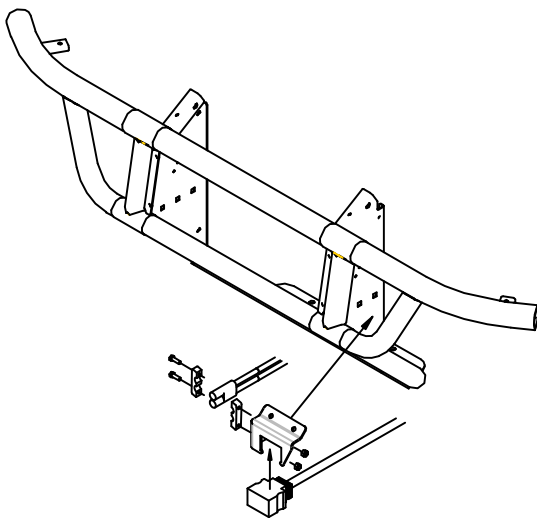

Bild 13. Fahrzeug Verbindungen
15. Befestigen Sie den 13 Pin Steuerungs Stecker und die Steuerungs Halterung **MSC12815** mit den selbstschneidenden Schrauben am oberen Rohr. (Siehe Bild 13) Bohren erforderlich.